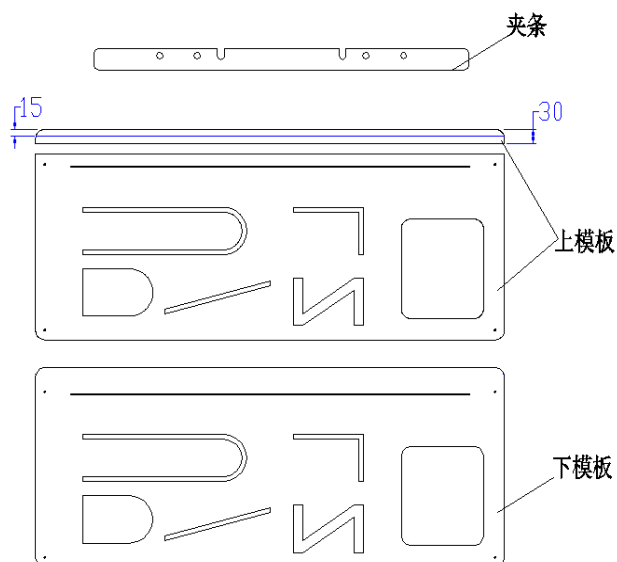

图 4-1
- 2)、为能更好地利用本产品夹具，加工模板时，需仅对上模板离上部 15mm 处进行标记，刻画出一条线迹（为方便后续与“夹条”永久性粘合定位作用），并需将上模板离上部 30mm 进行切分成两部分，如下图 4-1 所示。